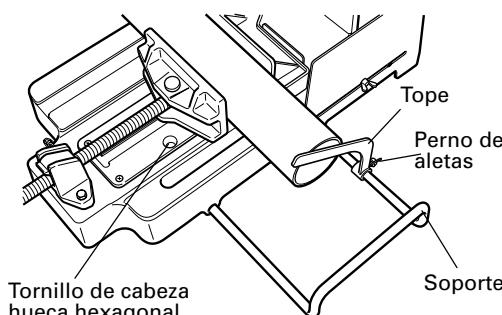

Fig.18
- (1) Saque el perno de aletas y extraiga el colector de polvo de la unidad.
- (2) Vacíe el colector de polvo y límpie la unidad.
- (3) Vuelva a colocar el colector de polvo en la unidad y apriete el perno de aletas.
9. Cómo utilizar el tope (Fig.18)